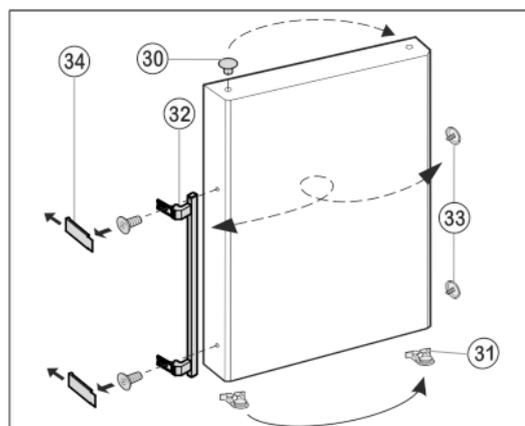

Fig. 12
- ▶ Izvadite čepove Fig. 12 (30) iz čahura ležaja vrata i premjestite ih.
- ▶ Skinite ručku na vratima Fig. 12 (32), čepove Fig. 12 (33) i pritisne ploče* Fig. 12 (34) i premjestite ih na suprotnu stranu.